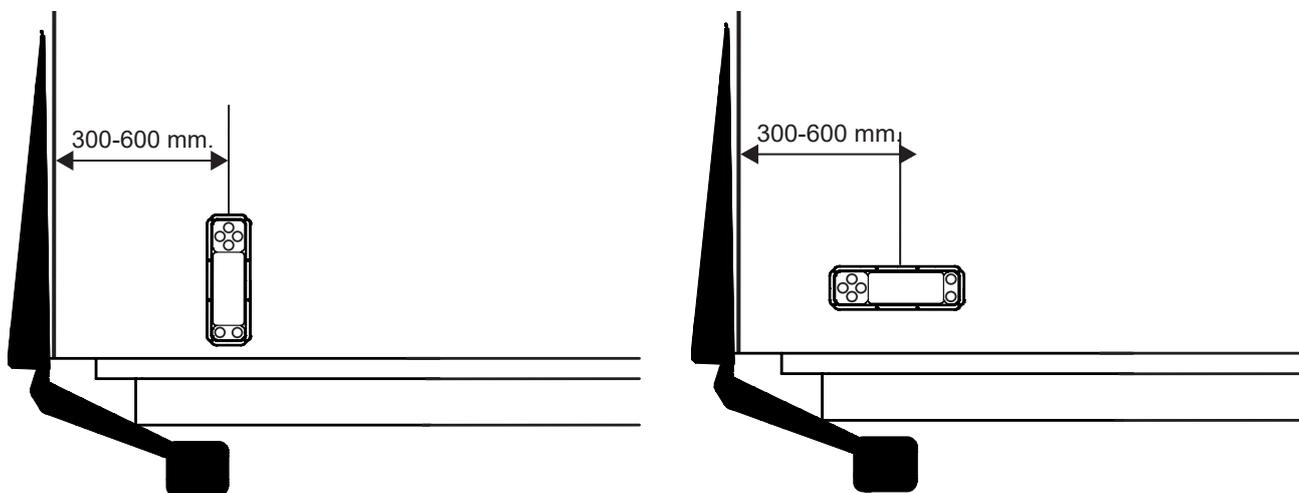

Abbildung 31. Montage der Bedieneinrichtung
5. Die Bedieneinrichtung anschließend am Schrank montieren. Siehe Abbildung 31